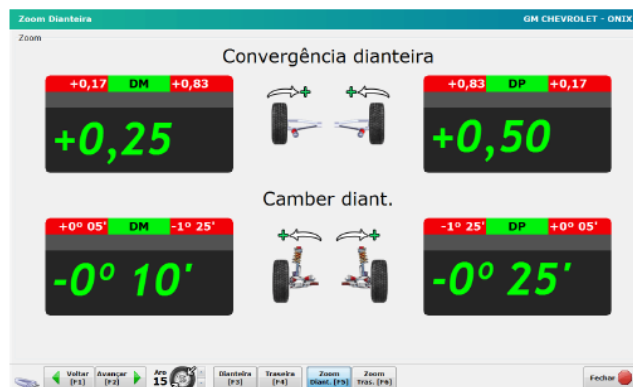

Figura 9 - zoom dianteira
- [F5] Tela de ajuste, Zoom Camber + Alinhamento Dianteiro. **Figura 9**.
Coloque as escalas de correção do volante bem encostado nas rodas traseira do veículo. Com o equipamento devidamente instalado vá até o Softeck FC e clique em Zoom Dianteira [F5], como na figura 9.
- Com o equipamento devidamente instalado vá até o Softeck FC e escolha a tela de Zoom Dianteira [F5]. **Figura 9.**